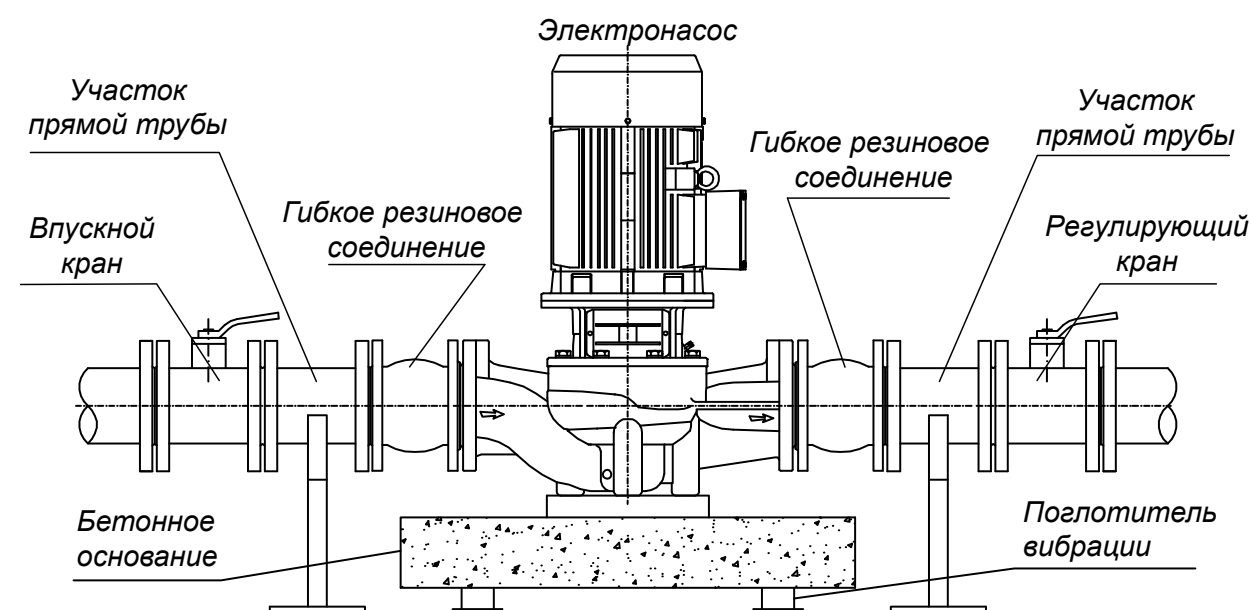

Рис. 6
- Если мощность двигателя превышает 2,2 кВт, установите его на бетонное основание или виброустойчивое устройство, как показано на Рис. 6.